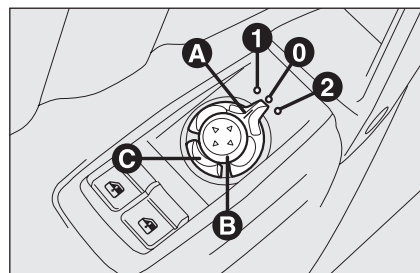

fig. 34
Selezionare, mediante il dispositivo **A-fig. 34**, lo specchio desiderato:
In caso di necessità (per esempio quando l'ingombro dello specchio crea difficoltà in un passaggio stretto) è possibile ripiegare gli specchi premendo il pulsante **C-fig. 34**.
Per riportare gli specchi in posizione di marcia premere nuovamente il pulsante **C-fig. 34**.
- ☐ ruotare il selettore **A-fig. 34** in posizione **2** (selezione specchio lato passeggero);
Procedere come segue: inserire la chiave elettronica nel dispositivo di avviamento; inserire la retromarcia; ruotare il selettore **A-fig. 34** in posizione **2** (selezione specchio lato passeggero).
Lo specchio tornerà automaticamente nella posizione iniziale dopo circa 10 secondi dal disinnesto della retromarcia, immediatamente dopo il superamento dei 10 km/h con marcia avanti oppure ruotando il selettore **A-fig. 34** in posizione **0**.